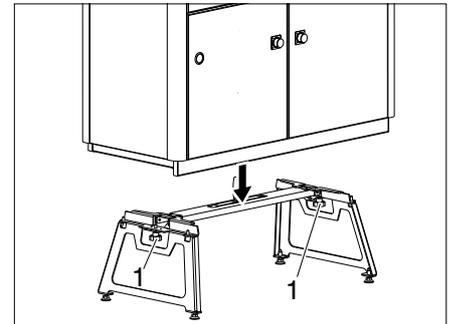

Bild 64 Küchenblock aufsetzen
- Küchenblock auf das aufgebaute Untergestell stellen (Bild 64).
- Küchenblock und Untergestell mit 2 Sternschrauben (Bild 64,1) sichern.